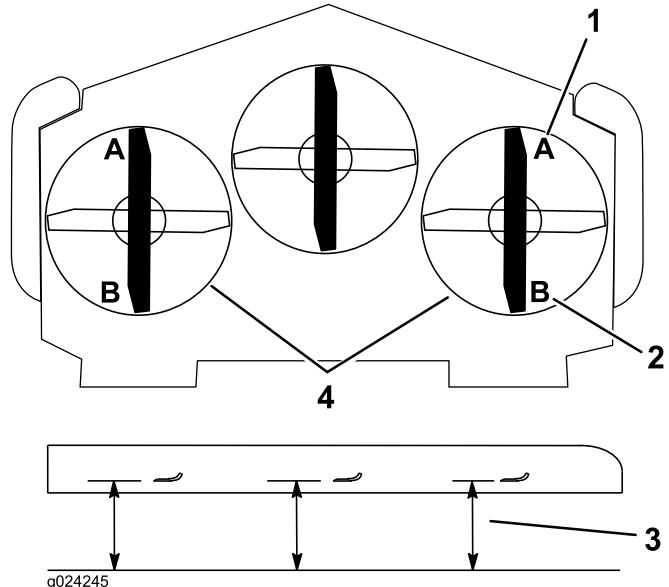

Figura 83
- 8. Su ambo i lati del piatto di taglio, misurate dalla superficie piana all'estremità anteriore della lama (posizione A) (Figura 83).
Nota: La misura deve essere di 7,6 cm; fate riferimento a Figura 83.
14. Su ambo i lati del piatto di taglio, misurate dalla superficie piana all'estremità posteriore della lama (posizione B). Verificate che la misurazione sia 8,3 cm (Figura 83).